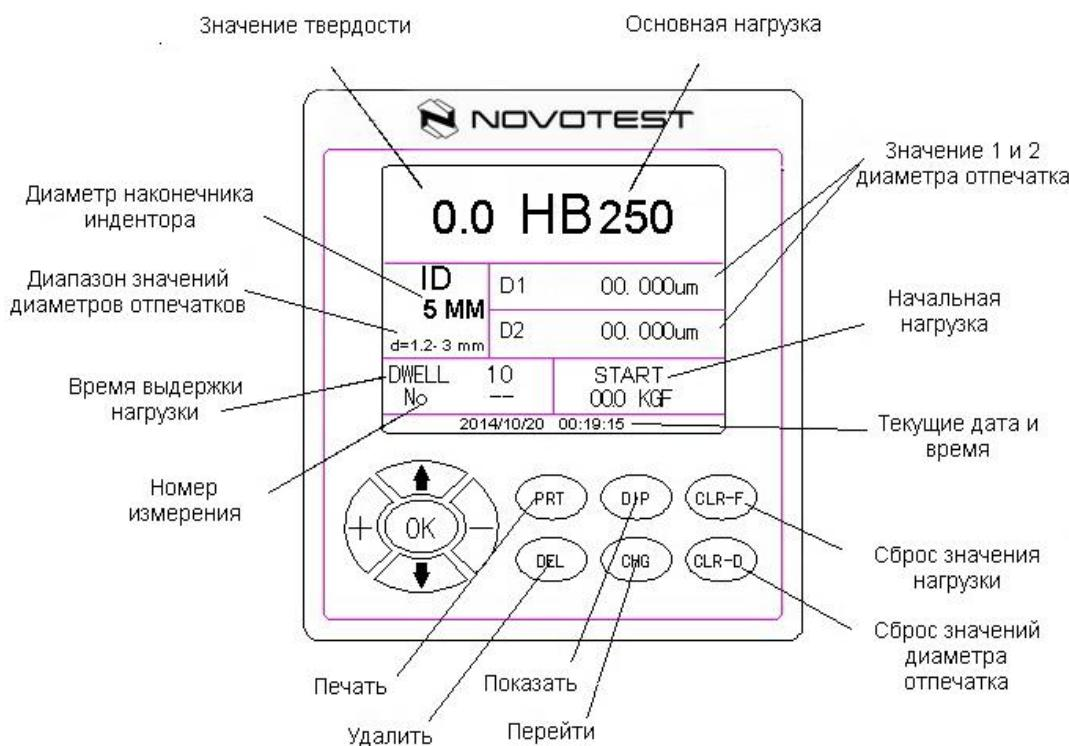
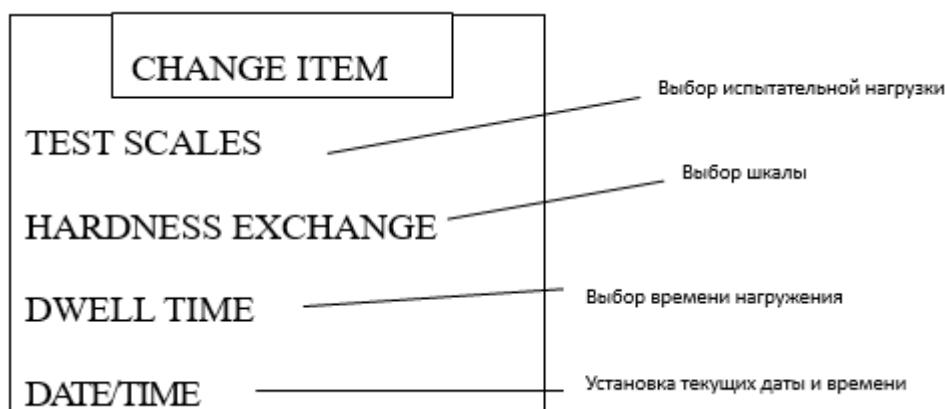

Рисунок 1.1 – Панель управления твердомера стационарного Бринелля NOVOTEST TC-Б-Ц2
Рисунок 1.2 – Подменю установок твердомера стационарного Бринелля NOVOTEST TC-Б-Ц2
На рис. 1.1 представлен экран и панель управления твердомера с обозначением всех элементов панели, а также с описанием их функционального значения.
- Нажмите кнопку “CHG” и на экране появится подменю, изображенное на Рис. 1.2. Нажмите “OK”, чтобы выбрать испытательную нагрузку, нажмите “▲”, чтобы переместить курсор. Например, выберите HB1000 и нажмите кнопку “OK”. Появится меню, изображенное на Рис. 1.1, выберите или измените необходимый пункт. Нажмите “OK” для подтверждения выбранного пункта.
- Установите индентор согласно инструкции на экране: вставьте индентор в отверстие главного шпинделя до упора, поверните так, чтобы плоская сторона на держателе была направлена в сторону винта (7) и зафиксируйте индентор винтом (7) не допуская перетягивания.
- Поверните ручку (19), индентор должен стать в переднее положение. Убедитесь, что индентор правильно и надежно установлен. Если приложить нагрузку, когда шпиндель находится в нерабочем положении, прибор может быть испорчен. Если такое произошло,